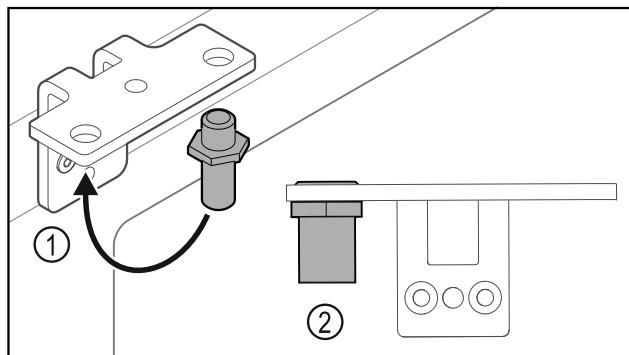

Fig. 32
- ▶ Mettre l'axe Fig. 32 (1) dans l'autre trou de l'équerre de charnière.
- ▶ Serrer l'axe Fig. 32 (2) au **couple de 12 Nm (9 ft-lb)**.